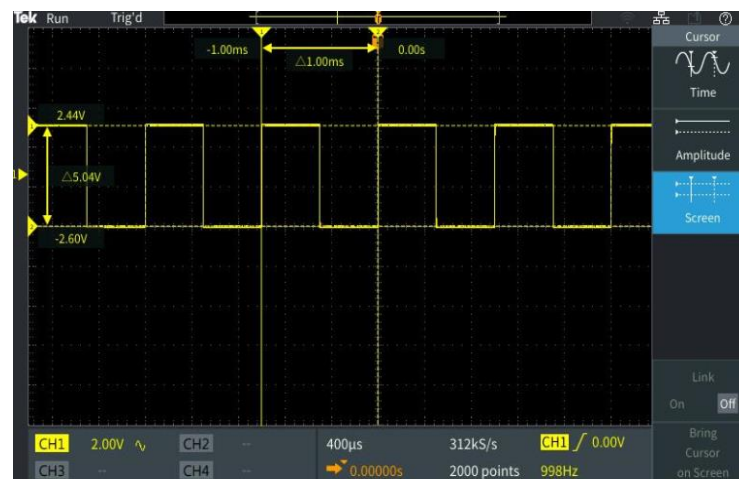

图 11. 使用标尺读取幅度和时间的测量信息
7. 再次按下 **MPK** 来切换控制到上边的幅度标尺. 移动该标尺到信号的上沿, 切换到下面的标尺, 移动到信号的下沿, 读取读数 (图 11).